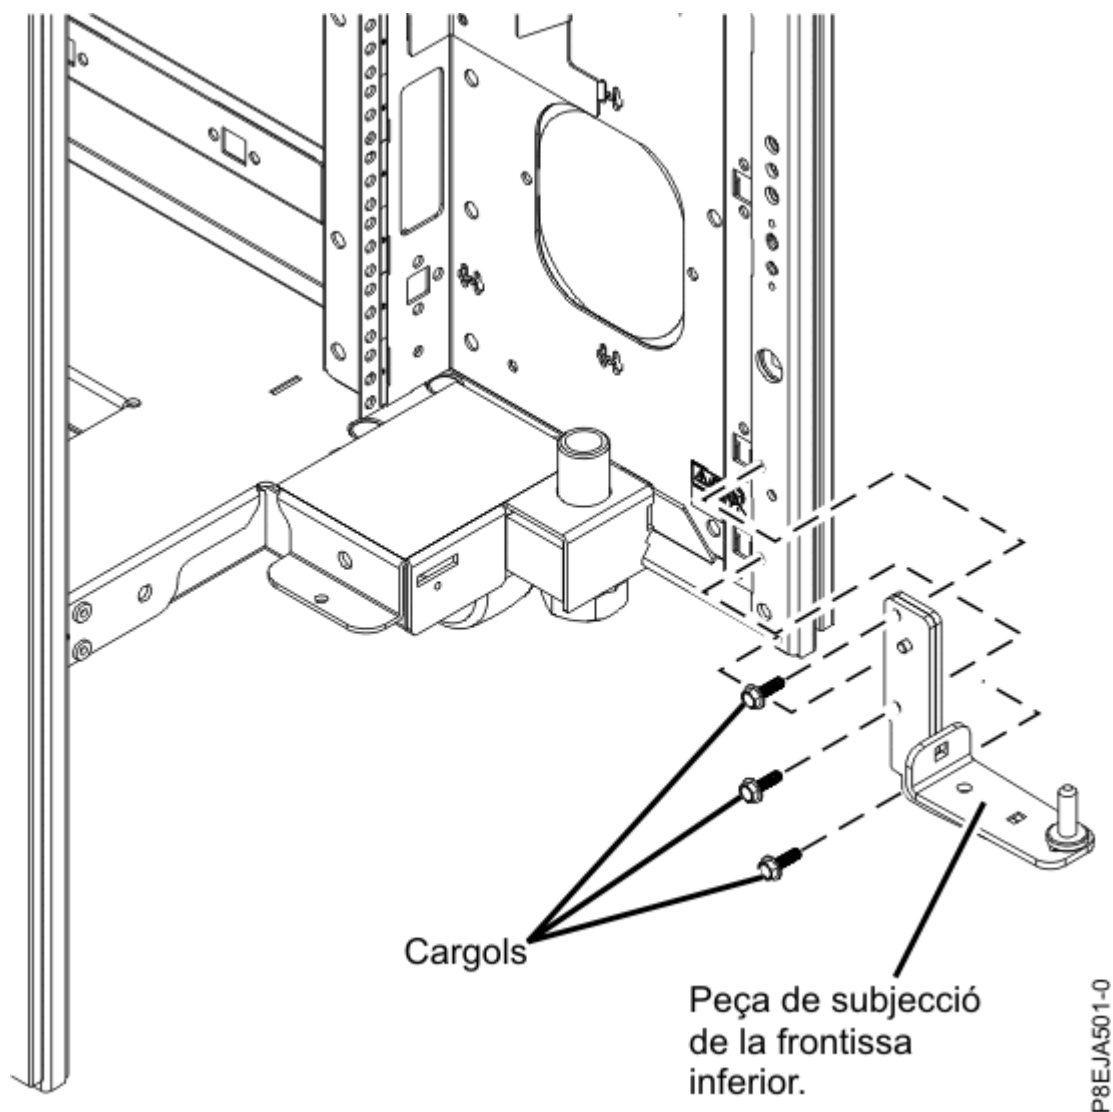

Figura 104. Col·locació de la frontissa superior
- a. Afegiu tres clips de femella M6 al bastidor, tal com es mostra a la Figura 104 a la pàgina 154.
- b. Col·loqueu la peça de subjecció de la frontissa inferior collant els cargols M6x20 superior i inferior (PN 01KL839), tal com es mostra a la Figura 104 a la pàgina 154. Utilitzeu un tornavís dinamomètric per collar els cargols a $2,5 \text{ Nm} \pm 0,2 \text{ Nm}$ (22,1 polzades/l·liura $\pm$ 1,8 polzades/l·liura).